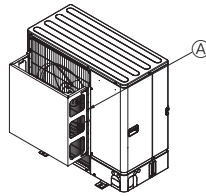
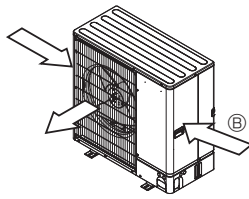

Fig. 2-4
Fig. 2-5
- ② Installieren Sie eine als Sonderzubehör erhältliche Luftauslassführung, wenn die Anlage an einem Aufstellort installiert ist, an dem die Gefahr besteht, dass starker Wind direkt in die Luftaustrittsöffnung bläst. (Fig. 2-4)
- ③ Luftauslassführung
- ④ Bringen Sie die Anlage so an, dass die Abluft aus der Luftaustrittsöffnung im rechten Winkel zu derjenigen Richtung geführt wird, aus der saisonal bedingt starker Wind bläst. (Fig. 2-5)
- ⑤ Windrichtung